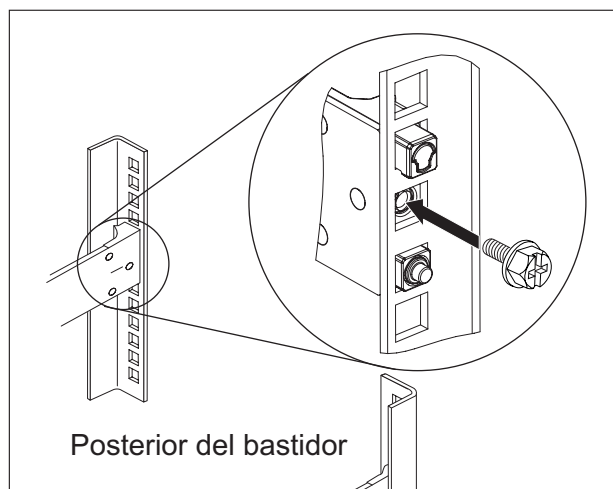

Figura 12. Com assegurar el dispositiu a les guies del bastidor
4. Assegureu les guies del dispositiu al bastidor, tal com es mostra a Figura 12: